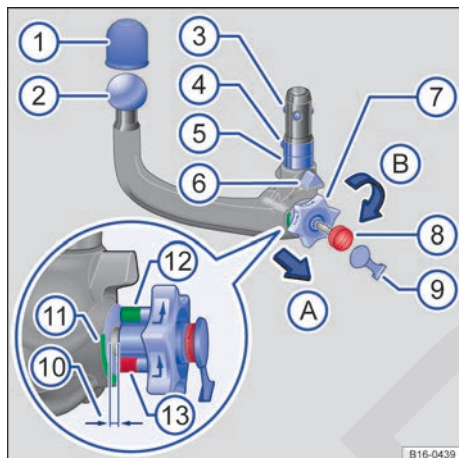

Fig. 170 Cuadro general: enganche de bola desmontable.
Leyenda de la fig. 170:
- Compruebe si el alojamiento, la ruedecilla → fig. 170 ⑦, el vástago ⑤ y las bolas de bloqueo ③ del enganche de bola están limpios y en buen estado → . En caso necesario, límpielos.
- Agarre el cuello del enganche por debajo de la bola → fig. 170 ② con una mano.
- Desmonte la tapa ⑨ de la cerradura e introduzca la llave ⑧ en la cerradura.
- Gire la llave ⑧ en el sentido de las agujas del reloj.
- Con la otra mano, tire de la ruedecilla ⑦ hacia fuera, en el sentido de la flecha 1, y manténgala en esta posición → .
- Gire la ruedecilla ⑦ en el sentido de la flecha 2 hasta que encastre. El enganche de bola queda pretensado. La marca roja ⑬ de la ruedecilla deberá apuntar hacia la marca verde ⑪ del enganche de bola. La ruedecilla queda claramente separada del enganche a una distancia de aprox. 4 mm ⑩.
- Compruebe si todas las bolas de bloqueo ③ se pueden encajar por completo en el vástago ⑤ del enganche de bola. ▶
- Presione el enganche con fuerza hacia arriba hasta que encastre. Las dos guías de centrado → fig. 170 ⑥ tienen que encajar en los alojamientos del vehículo.
- La ruedecilla ⑦ ha vuelto a su posición original y ya no queda espacio entre la ruedecilla y el enganche.
- Gire la llave ⑧ en la ruedecilla en el sentido contrario al de las agujas del reloj y extráigala.
- Ya no deberá ser posible girar ni sacar la ruedecilla ⑦.
- Coloque la tapa ⑨ en la cerradura y guarde la llave con las herramientas de a bordo.
- La marca verde → fig. 170 ⑫ de la ruedecilla debe apuntar hacia la marca verde ⑪ del enganche de bola.
- La ruedecilla ⑦ debe estar pegada al enganche, no deberá quedar ningún espacio entre ambos.
- Mueva el enganche ② con fuerza de un lado a otro o tire de él con fuerza hacia abajo. Deberá estar firmemente encajado en el alojamiento → ⚠.
- La cerradura tiene que estar cerrada y la llave ⑧ fuera de ella.
- La tapa ⑨ tiene que cubrir la cerradura situada en la palanca de bloqueo.
- Si la bola → fig. 170 ② presenta en algún punto un diámetro inferior a 49 mm, no utilice el dispositivo de remolque en ningún caso.
- Retire la tapa → fig. 170 ⑨ de la cerradura de la ruedecilla.
- Introduzca la llave ⑧ en la cerradura y gírela en el sentido de las agujas del reloj.
- Sujete bien el enganche de bola ② con una mano → ⚠.
- Con la otra mano, tire de la ruedecilla ⑦ hacia fuera, en el sentido de la flecha 1, y manténgala en esta posición. ▶
- Gire la ruedecilla ⑦ en el sentido de la flecha 2 hasta que encastre.
- Sujete la ruedecilla ⑦ en esta posición y retire el enganche de bola de su alojamiento hacia abajo. El enganche de bola queda pretensado.
- Suelte la ruedecilla ⑦ y guarde el enganche de bola pretensado junto a las herramientas de a bordo de forma segura.